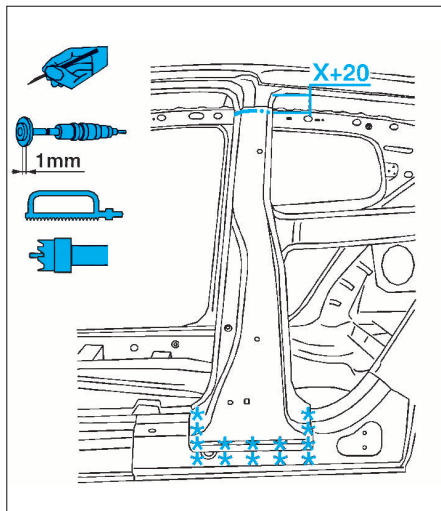

FIG. 71
- Tracer, découper et dépointer selon (Fig.71 à 73).